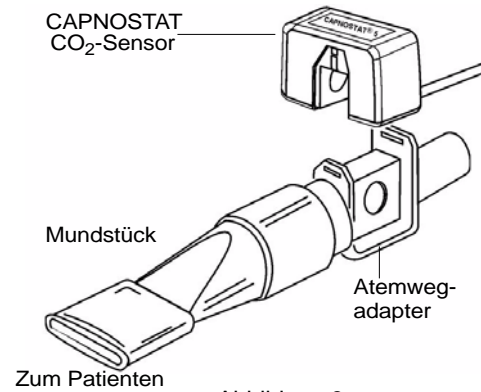

Abbildung 3
- b. Drücken Sie den Sensor und den Atemwegadapter zusammen, bis sie hörbar einrasten (siehe Abbildung 3).